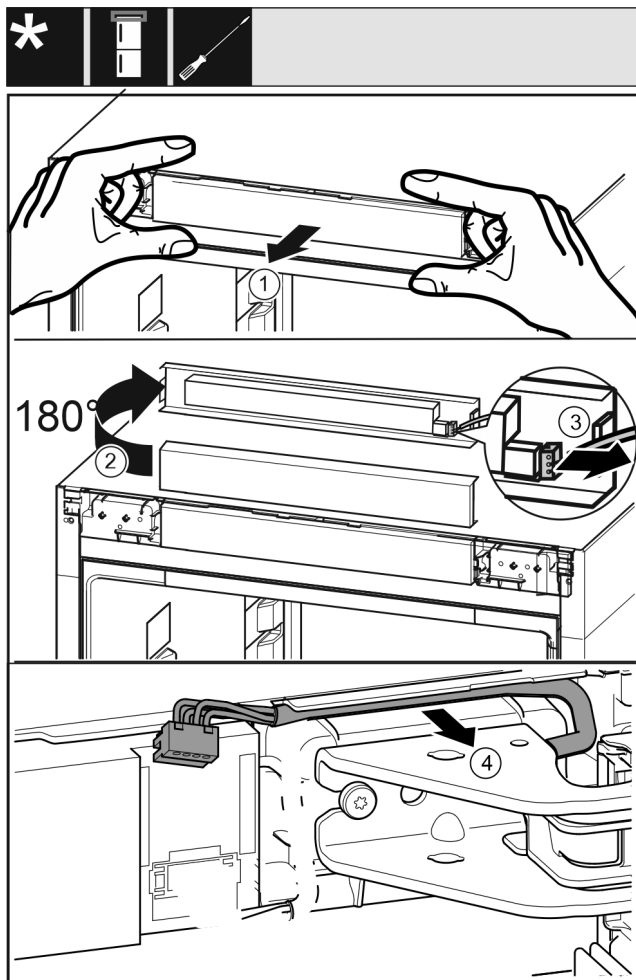

Fig. 6
- ▶ Obslužný kryt zariadenia opatrne uvoľnite dopredu. Fig. 6 (1)
- ▶ Obslužný kryt otočte nahor o 180°. Fig. 6 (2)
- ▶ Výstupok potlačte dozadu a opatrne vytiahnite zástrčku. Fig. 6 (3)
- ▶ Kábel nad ložiskovou konzolou opatrne uvoľnite z vedenia. Fig. 6 (4)